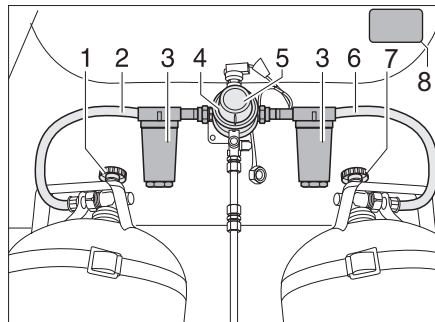
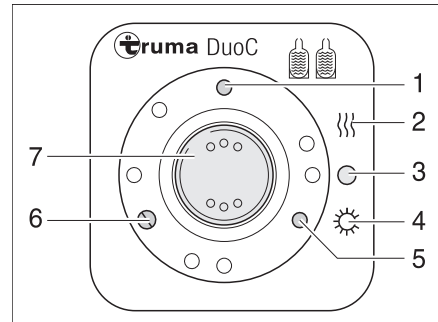

Bild 83 DuoControl-Umschaltanlage
Bild 84 Bedieneinheit
Die DuoControl-Umschaltanlage besteht aus einem Umschaltventil (Bild 83,4) und der Bedieneinheit (Bild 84). Das Umschaltventil ist zwischen den Gasschläuchen (Bild 83,2 und 6) montiert. Mit dem Drehknopf (Bild 83,5) am Umschaltventil kann bestimmt werden, welche der Gasflaschen als Betriebsflasche und welche Gasflasche als Reserveflasche verwendet wird.
Das Umschaltventil (Bild 83,4) ist mit der Regler-Enteisungsanlage EisEx ausgestattet. So werden Störungen der Gasanlage im Winter vermieden.
Vor dem Umschaltventil befinden sich auf jeder Seite ein Gasfilter (Bild 83,3), der die Gasanlage vor Verölung und Verunreinigungen schützt.
An der Bedieneinheit (Bild 84) können nur die elektrischen Funktionen geschaltet werden. Die Haupt-Absperrventile der Gasflaschen (Bild 83,1 und 7) müssen von Hand geöffnet werden.
Das Umschaltventil gewährleistet einen konstanten Gasdruck, unabhängig davon, welche Gasflasche Gas liefert. Die zwei Kontroll-Leuchten an der Bedieneinheit zeigen den Füllstand der Betriebsflasche an. Wenn die grüne Kontroll-Leuchte (Bild 84,6) leuchtet, ist die Betriebsflasche voll. Wenn die rote Kontroll-Leuchte (Bild 84,5) leuchtet, ist die Betriebsflasche leer. Die Gasversorgung erfolgt dann über die Reserveflasche.
- Die Haupt-Absperrventile an den Gasflaschen (Bild 83,1 und 7) öffnen.
- Mit dem Drehknopf (Bild 83,5) am Umschaltventil (Bild 83,4) die Gasflasche wählen, der vorrangig das Gas entnommen werden soll (Betriebsflasche). Den Drehknopf immer bis zum Anschlag drehen.
- Den Wippschalter (Bild 84,7) auf "O" (Bild 84,3) stellen. Die gelbe Kontroll-Leuchte (Bild 84,1) erlischt.
- Die Haupt-Absperrventile an den Gasflaschen (Bild 83,1 und 7) schließen.
Die Kontroll-Leuchten an der Bedieneinheit (Bild 84,5 und 6) signalisieren im Fahrzeuginneren, ob die Betriebsflasche betriebsbereit ist.
Wenn die grüne Kontroll-Leuchte (Bild 84,6) während des Betriebs erlischt und die rote Kontroll-Leuchte (Bild 84,5) aufleuchtet, ist die als Betriebsflasche gewählte Gasflasche leer und muss gewechselt werden. Die Reserveflasche versorgt die Gasverbraucher weiterhin mit Gas.
- ▶ Sicherheitsaufkleber (Bild 83,8) im Gaskasten beachten.